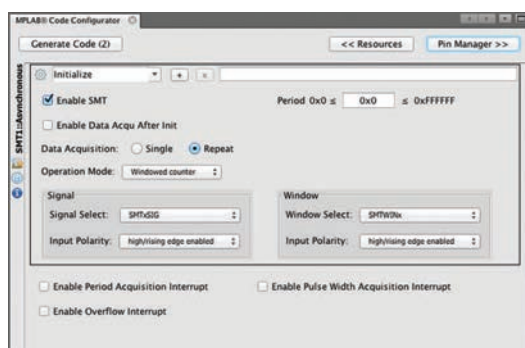

Figura 2: Configurator de cod MPLAB: opțiuni SMT (Signal Measurement Timer)
- Suport pentru periferice unice și complexe. De exemplu, sus-menționatul temporizator de măsurare a semnalului (SMT) poate fi prezentat vizual utilizatorului într-o singură pagină/dialog compusă numai dintr-o listă desfășurătoare, căsuțe de selecție și opțiuni intuitive. Vedeti figura 2 cu privire la o captură de ecran MPLAB® Code Configurator (MCC)⁴, unealta de dezvoltare rapidă pentru microcontrolerele PIC, de la Microchip Technology, Inc.